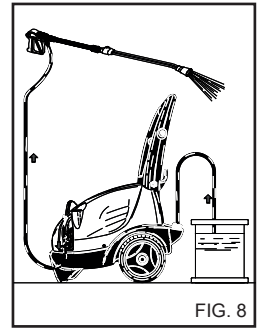

FIG. 8
Efter användning av rengöringsmedlet måste kemikalieinledningen spolas ur med rent vatten (fig. 8).
1) Efter användning med rengöringsmedel ska högtrycksvattensystemet sköljas ordentligt. Låt pumpen vara igång i 1 minut. Doseringskranen ska vara stängd. (fig. 8).
- 4) Efter användning med rengöringsmedel ska högtrycksvattensystemet sköljas ordentligt. Låt pumpen vara igång i 1 minut. Doseringskranen ska vara stängd.(fig. 8).